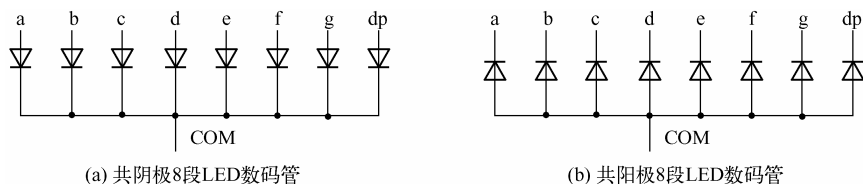

图 6.12 8 段 LED 数码管内部结构
(1) LED 数码管。LED 数码管有共阴极管和共阳极管两种，其内部电路如图 6.12 所示。图 6.12(a)为共阴极 8 段 LED 数码管，图 6.12(b)为共阳极 8 段 LED 数码管。